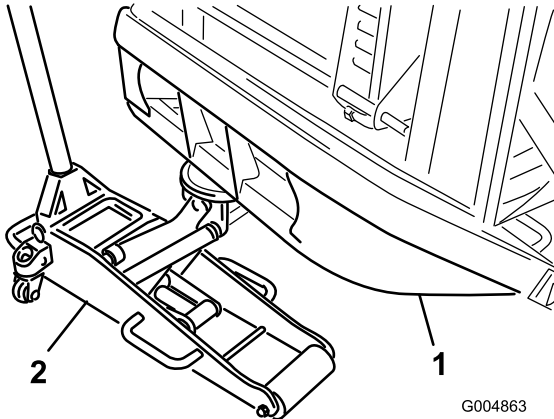

Figura 15
2. Coloque un soporte debajo de cada motor de rueda y un gato debajo del parachoques trasero (Figura 15) o eleve la unidad de tracción con un polipasto.